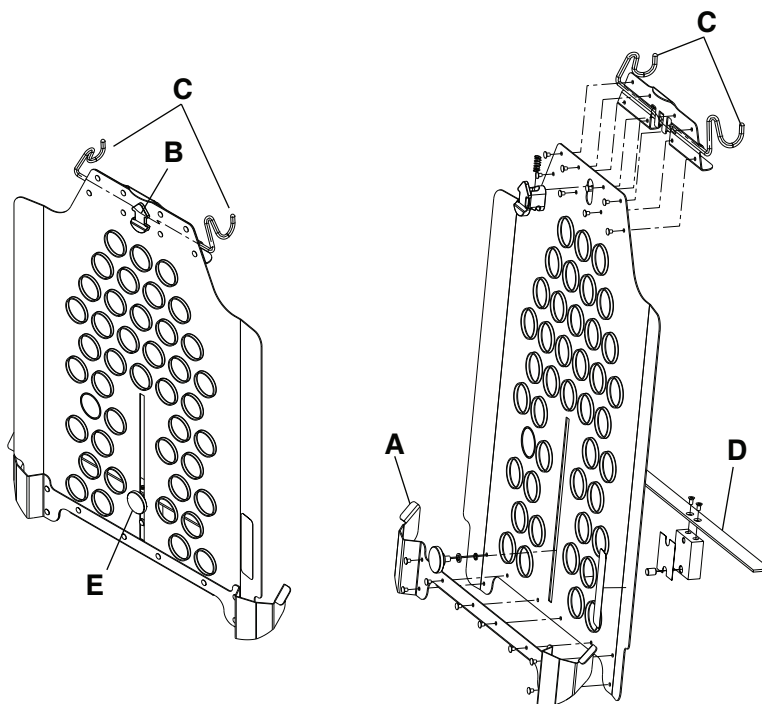

Figura 28 – Porta-cassetta radiografica
3. Inserire le guide di fermo più basse (A) sotto la barra del gruppo saldato dello schienale Fowler (Figura 28).